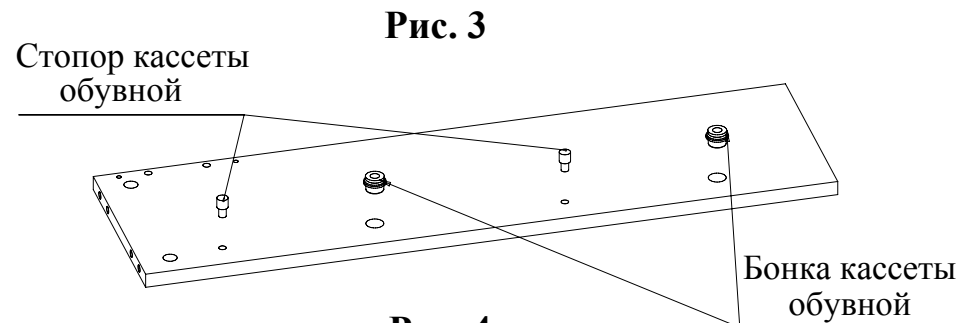

Рис. 3
- 2) Вкрутите стопоры и бонки обувной кассеты (Рис. 3).